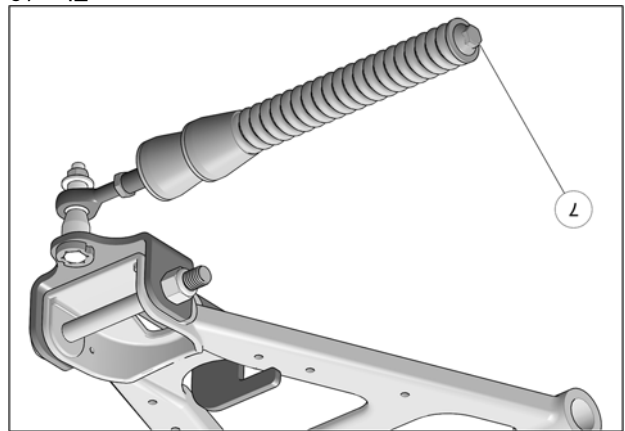

Fig. 13
12. Vérifier que le boulon du ressort (7) est serré au couple recommandé : 75 N•m [55 lb•pi]. Fig. 13